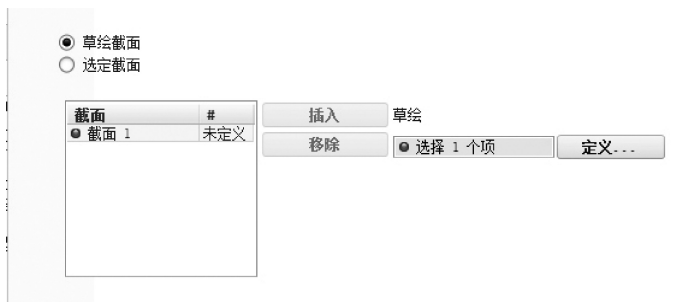
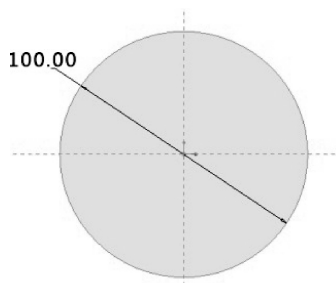

图 4-125 【截面】下拉菜单 1
图 4-126 截面 1
① 单击操控面板中的【截面】，出现下拉菜单，如图 4-125 所示。单击【定义】，在绘图区内选择基准平面或者其他平面进行截面的绘制。绘制如图 4-126 所示的截面，单击  完成第一个截面的绘制。